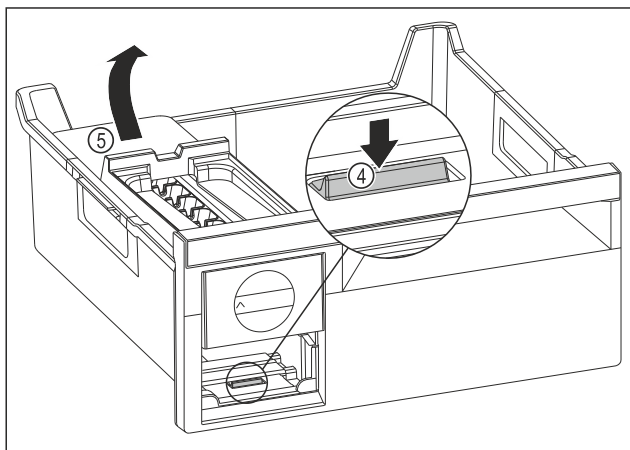

Fig. 78
- ▶ Изваждане на корпуса на EasyTwist-Ice: Натиснете езичето Fig. 78 (4) с пръст надолу и едновременно с това с другата ръка повдигнете корпуса на EasyTwist-Ice Fig. 78 (5) отзад.